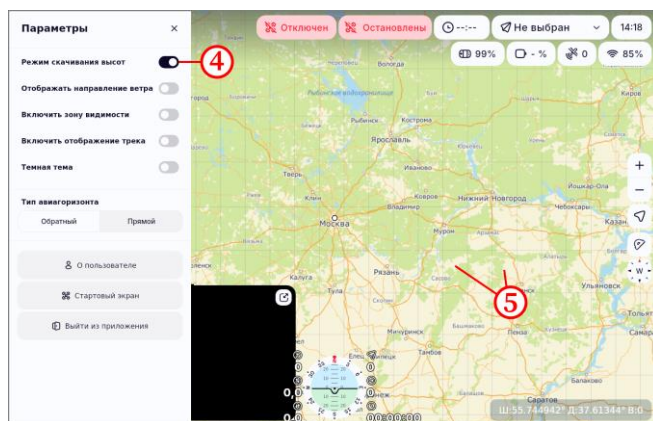

Рисунок 37
- сделать активным параметр «Режим скачивания высот» (рисунок 37, шаг 4);
- выполнить нажатие по нескольким прямоугольным зонам, кроме областей, расположенных выше Санкт-Петербурга (рисунок 37, шаг 5);